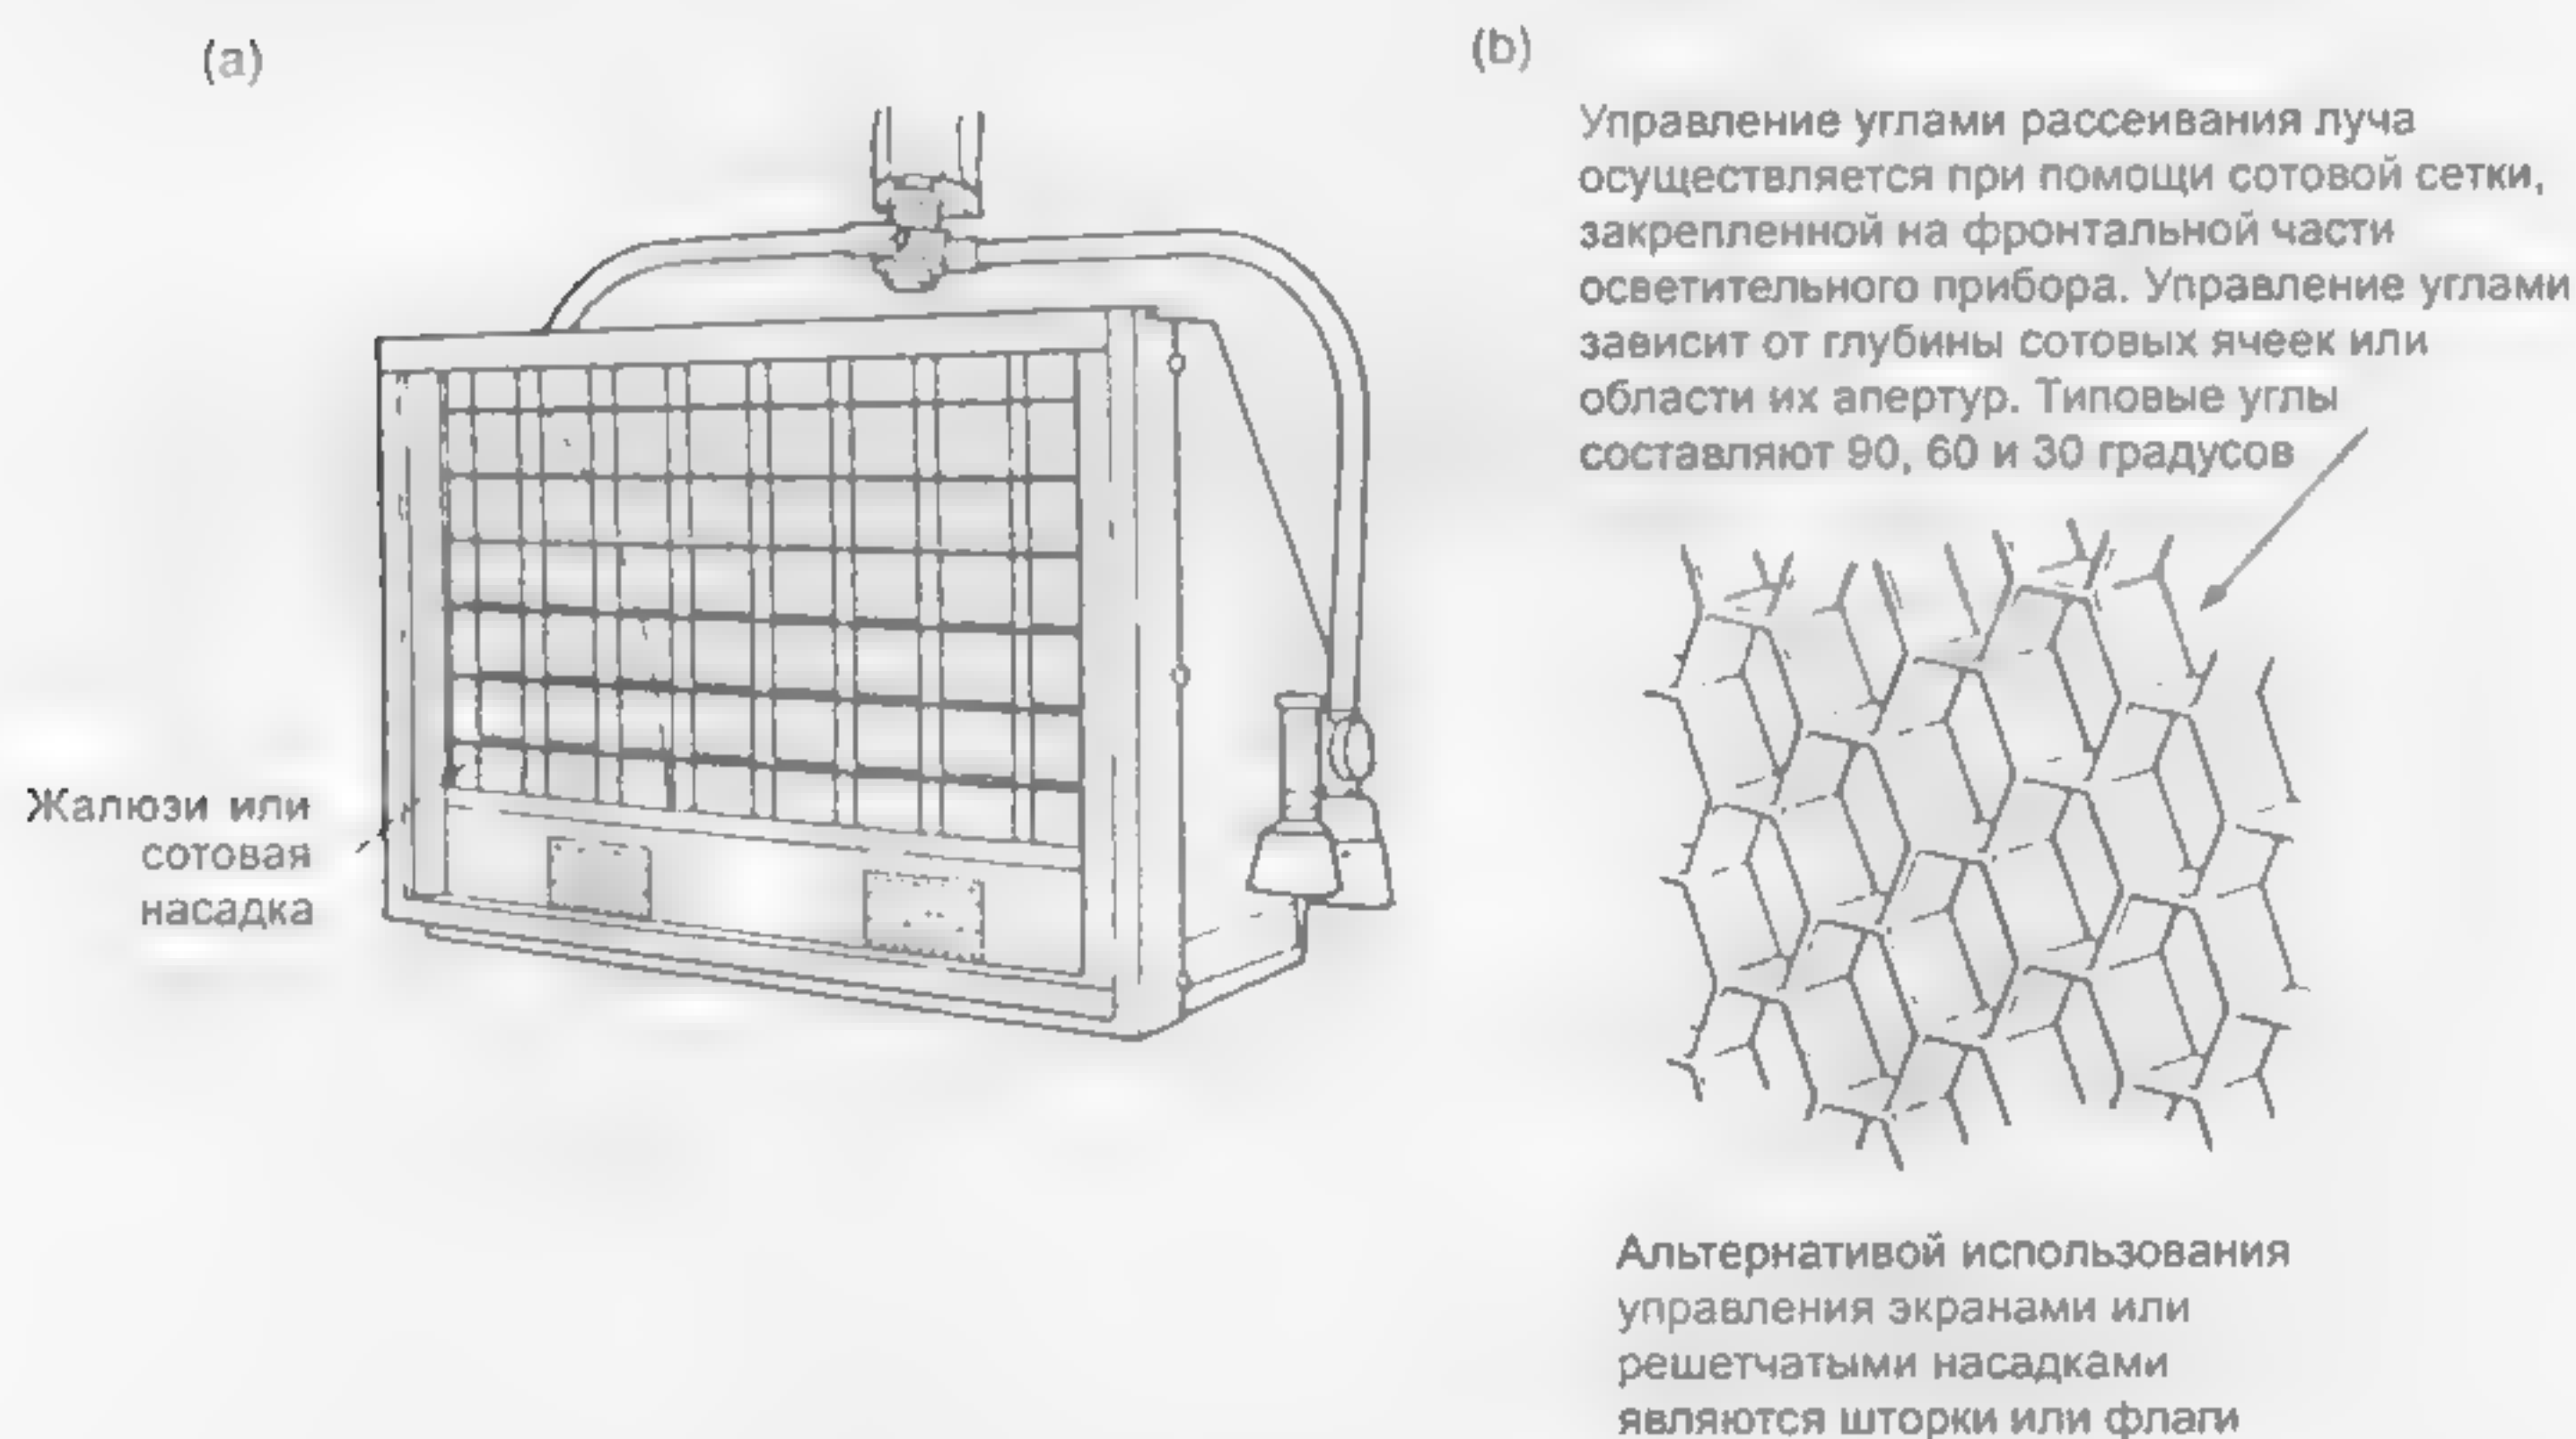

Рис. 9.27 (а) Сотовидная решетчатая насадка; (б) управление сотовидным экраном
- c) включает в комплект решетчатую насадку или сотовидный экран, чтобы создать возможность управления боковым распространением света (рис. 9.27).
Рисунок 9.27 иллюстрирует типичный прибор мягкого света в комплекте с решетчатой насадкой или системой жалюзи, которая уменьшает боковой свет от источника. Обычно такие осветительные приборы имеют выключатели для части ламп, уменьшающие в половину потребляемую мощность, то есть от  $2\frac{1}{2}$  до  $1\frac{1}{4}$  кВт или от  $1\frac{1}{4}$  кВт до 625 Вт. Это должно помочь в коррекции интенсивности света при стабильной цветовой температуре.
Лучший прием управления формой луча мягкого света состоит в том, чтобы использовать насадку сотовидной формы типа экрана (рис. 9.27). Это может дать очень эффективный контроль углов действия прибора в зависимости от глубины сот или области сотовых апертур, типичные углы для которых составляют 90°, 60° или 30°.